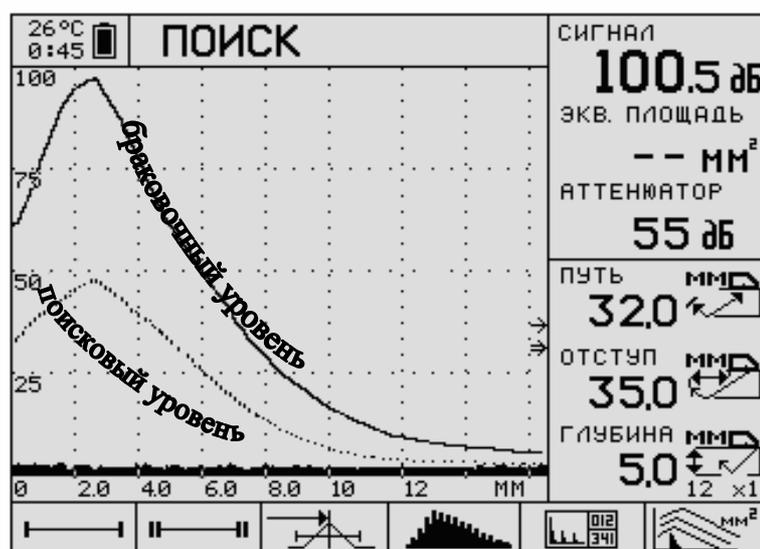

Рисунок 5.21
2) На экран дефектоскопа электронным путем накладывается АРД-диаграмма конкретного преобразователя для конкретной площади отражателя (см. Рисунок 5.21) Эта кривая и будет кривой равной чувствительности к фиксированному отражателю.